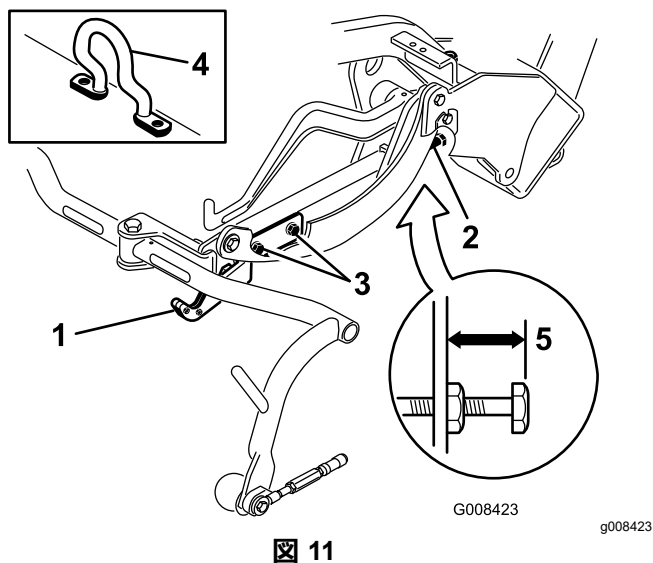
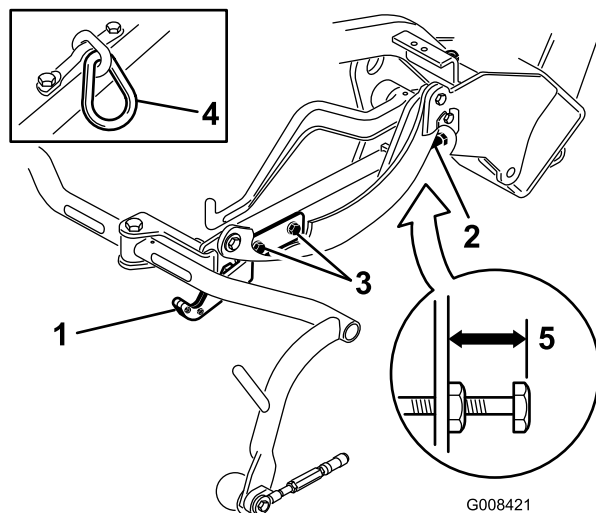
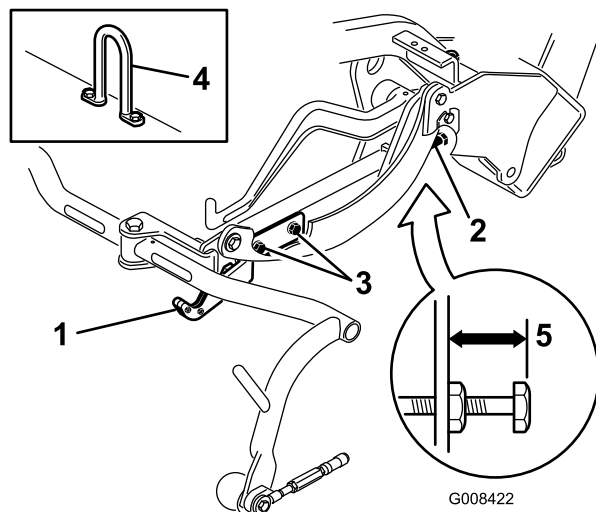

図 11
図 12
図 13
移動走行時の高さを調べ 図 12 と 図 13、必要に応じて調整する。
2. オフセット吊り下げフック 図 11、挿入図のついているカッティングユニットでは、キャリアフレーム調整ねじの上端からキャリアフレームの背面までの距離が 25 mm になっていることを確認する。距離が 25 mm でない場合には手順 へ進む。4
3. チェーンリンクまたはストレートリフトフック 図 12 と 図 13、挿入図のついているカッティングユニットでは、キャリアフレーム調整ねじの上端からキャリアフレームの背面までの距離が 22 mm になっていることを確認する。距離が 22 mm でない場合には手順4 へ進む。オフセットリフトリンク 図 11 のついているカッティングユニットの場合は、次のステップに進む。
4. 移動走行プレート取り付けねじをゆるめる 図 12 と 図 13 と 図 11。
7. キャリアフレームの高さが同じでない場合には、キャリアフレーム調整ねじについているジャムナットをゆるめる図 11と図 12と図 13。高くするにはねじを外方向にまわし、低くするには内方向にまわす。調整ができたならジャムナットを締めて調整を固定する。